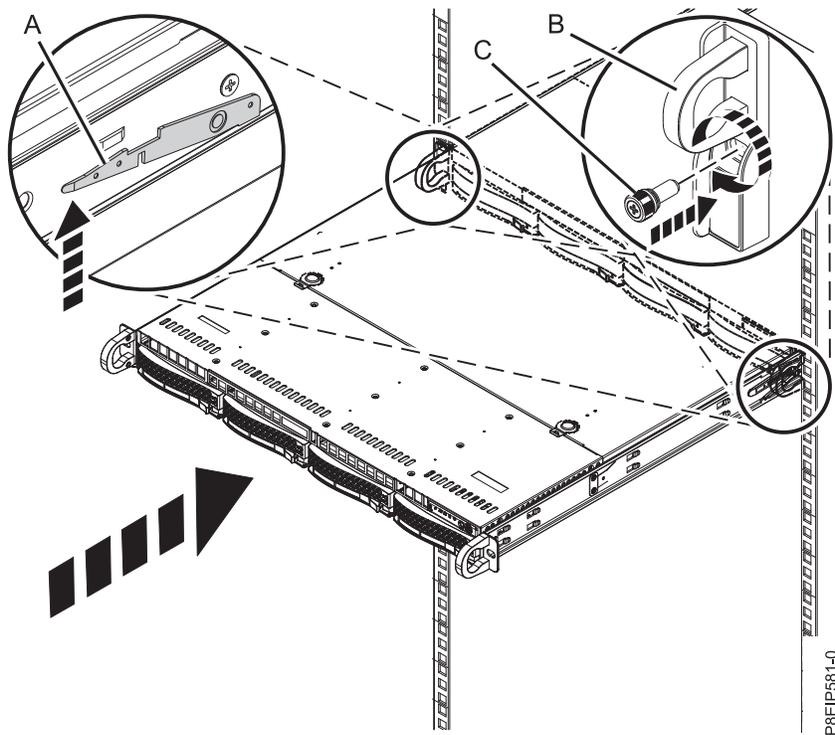

Figura 85. Colocación del sistema en la posición operativa
4. Libere los pestillos de seguridad del riel (A) estirándolos hacia arriba, tal como se indica en Figura 85 en la página 89, después, empuje el sistema para que quede totalmente dentro del bastidor.